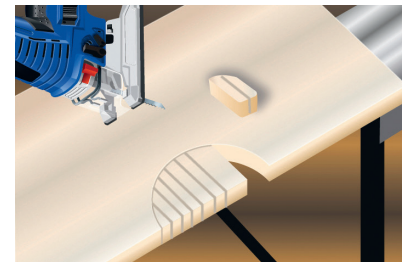

Abb. 1
- Bei engen Radien oder Ausschnitten sind zusätzliche Entlastungsschnitte sinnvoll (Abb.1).
- Beim Sägen von engen Radien Entlastungsschnitte vornehmen (Abb. 1), Verbiegen und ein Überhitzen der Sägeblätter vermeiden.